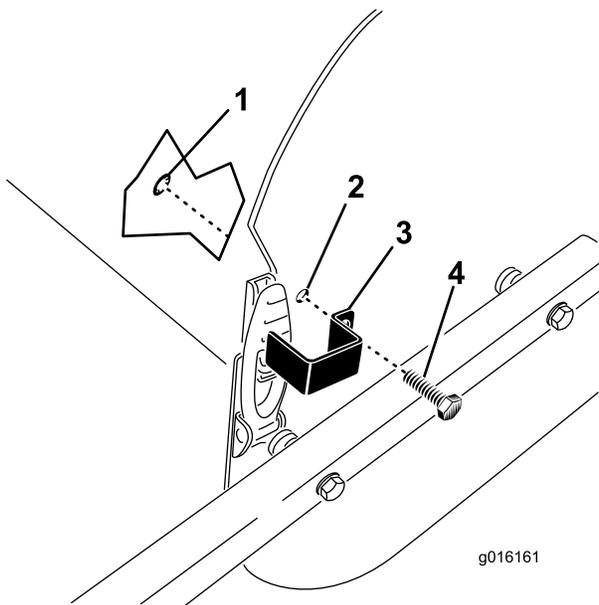

图31
1. 将门锁板放置到机罩门锁上，同时将安装孔与侧板中的孔对齐（图31）。
2. 用带头螺栓和卡环将闭锁板固定到侧板上（图31）。